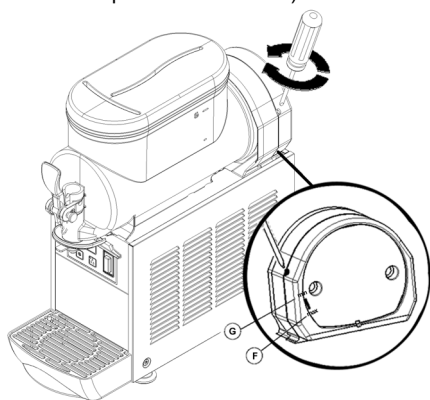

figura 2
- 2** Selezionare, per ogni contenitore, tramite i tasti (C) e (D) la modalità di funzionamento desiderata:
- Tasto (C) se si desidera raffreddare il prodotto senza ghiacciarlo
- Tasto (D) se si desidera ottenere granita.
- 1 Regolazione della densità**: la densità ottimale della granita è stata regolata in fabbrica. Volendo variare tale densità girare con un cacciavite l'apposita vite di regolazione alloggiata in ciascuna delle pareti posteriori del distributore (vedere figura 2):